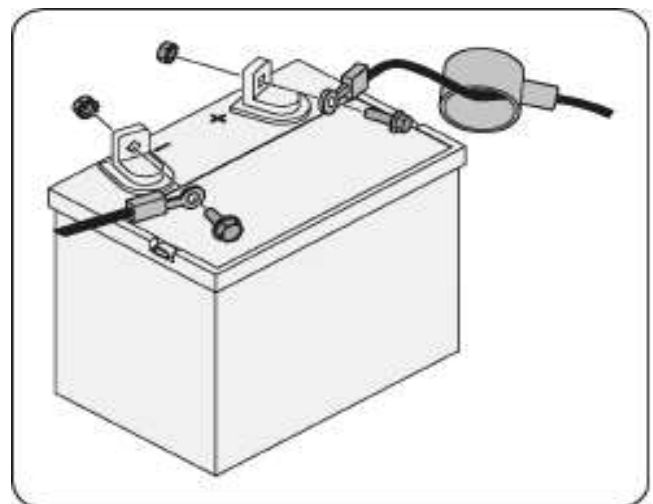

Figure 3-6
1. Retirez le couvercle en plastique, s'il y a lieu, de la borne positive de la batterie et fixez le câble rouge à cette borne (+) à l'aide du boulon et de l'écrou hexagonal. Consultez la figure 3-6.
cette borne (-) à l'aide du boulon et de l'écrou hexagonal. Consultez la figure 3-6.